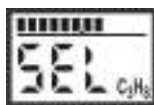

Рисунок 9.6
3) кнопкой "ОТКЛ" выбрать необходимый газ (рисунок 9.6), кнопкой "ВКЛ" зафиксировать выбор, после чего газоанализатор выключается.